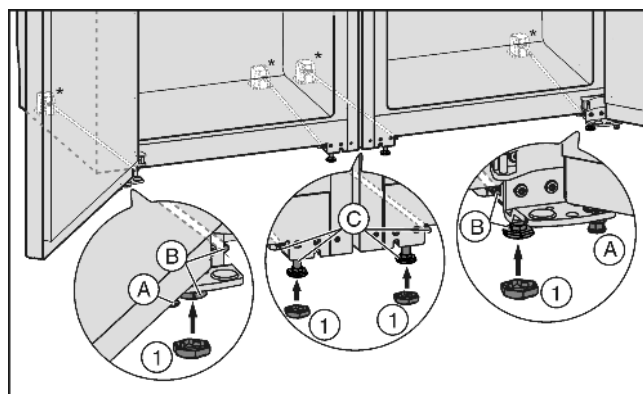

Fig. 4
- ▶ Evt. stelvoetjes Fig. 4 (A) aan de voorkant van beide apparaat geheel indraaien, zodat ze de vloer niet raken.
- ▶ Kappen Fig. 4 (1) op de vier voorste stelvoetjes steken.
- ▶ Middelste stelvoetjes *Fig. 4 (C)* indraaien zodat ze de vloer niet raken.
- ▶ Combinatie aan de hand van de buitenste stelvoetjes *Fig. 4 (B)* uitlijnen.
- ▶ Middelste stelvoetjes *Fig. 4 (C)* weer uitdraaien tot ze de vloer raken.
- ▶ Vervolgens de deur ondersteunen: Stelvoetjes *Fig. 4 (A)* aan de lagerbus uitdraaien tot ze de vloer raken, daarna 90° verder draaien.